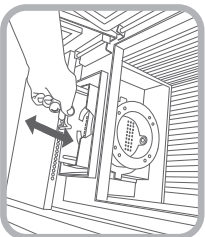

figura 9
- Evacuar el cenicero los residuos a través del tirador para evacuar cenizas. (Ver figura 9)